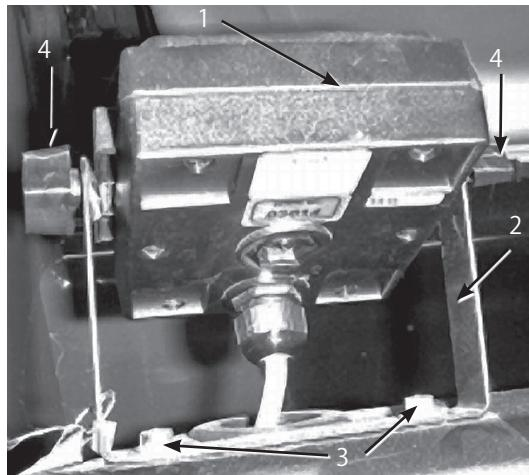

図3
1. モニタのブラケットをダッシュボードに取り付ける(図3: フランジヘッド・ボルト (1/4 x 3/4) 2本とフランジ・ナット (1/4) 2本を使用)。
2. キャリッジボルト、ゴム・ワッシャ、ノブ各2個を、図3および4のように仮止めする。
6. ブラケットにスプレープロを取り付け(図3)、ノブで固定する。